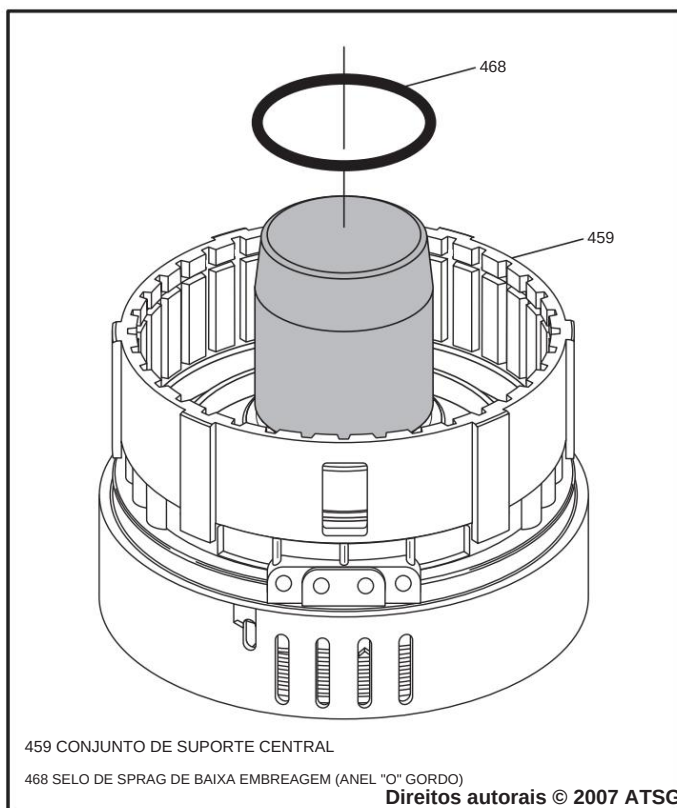

Figura 111
15. Vire o suporte central sobre uma superfície plana, conforme mostrado na Figura 111.
16. Instale a vedação do lubrificante da mola (anel "O" gordo), conforme mostrado na Figura 111.
**Nota: Existe um cone de instalação disponível conforme mostrado na Figura 111, mas não é realmente uma ferramenta obrigatória.**